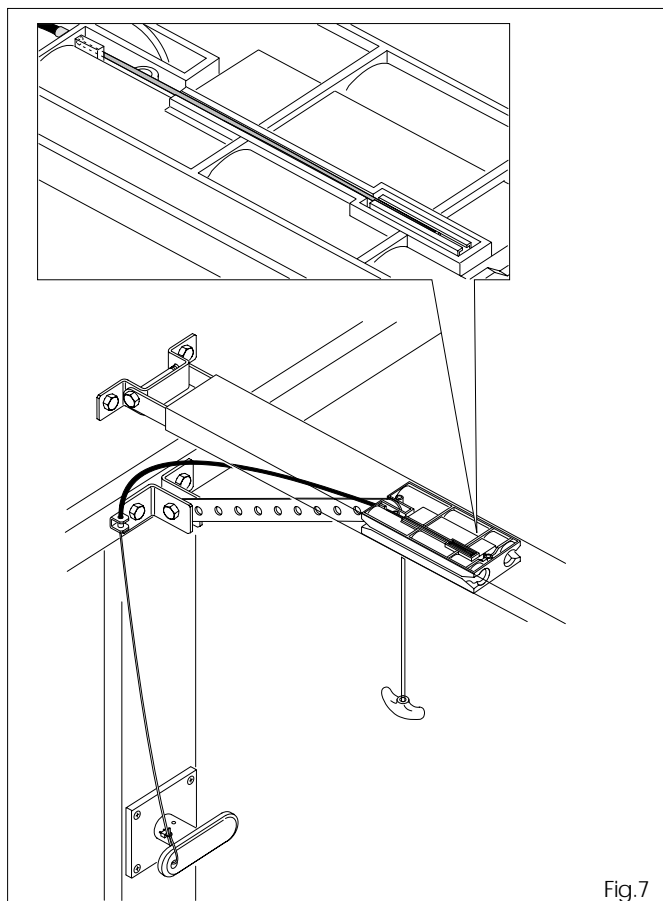

Fig.7
5.1 Si l'utilisation du débloccage externe (en option) est prévue, extraire le chariot de la glissière, insérer le câble dans son logement qui se trouve sur le chariot, comme illustré par la figure 7.